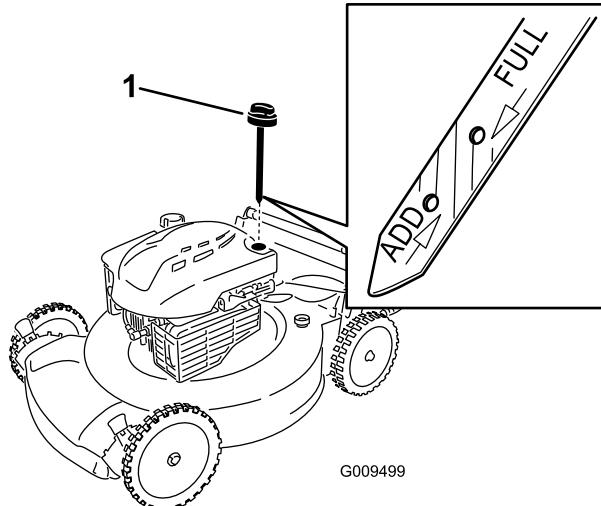

Рисунок 24
- Извлеките масломерный щуп (Рисунок 24).
- Медленно заливайте масло в маслозаливной патрубок до тех пор, пока уровень масла не достигнет отметки **Full (ЗАПОЛНЕНО)** на масломерном щупе (Рисунок 24). **Не допускайте переполнения картера.** Макс. объем масла: 0,59 л, тип: автомобильное моющее масло